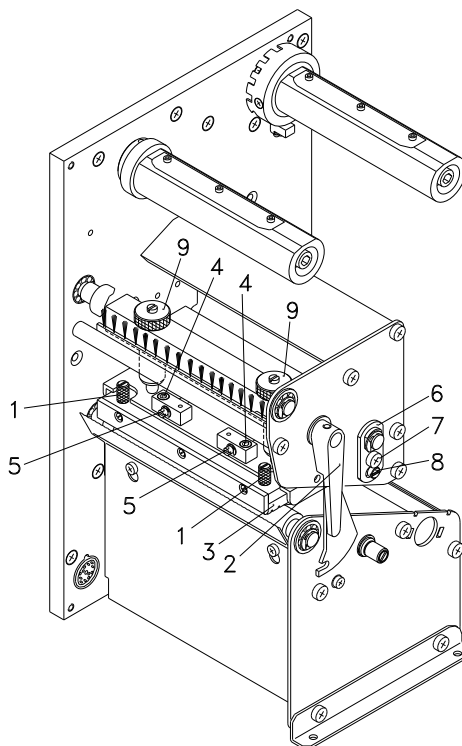

Figura 16
1. Afloje los tornillos (4, Figura 16) girándolos aproximadamente $\frac{1}{4}$ de vuelta con ayuda de una llave allen.
2. Ajuste el paralelismo con los tornillos (5, Figura 16).
4. Coloque de nuevo los tornillos (4, Figura 16).
1. Afloje los tornillos (7, Figura 16) girándolos aprox. $\frac{1}{4}$ de vuelta.
2. Gire la clavija excéntrica (8, Figura 16) para ajustar una impresión igualada. Continúe ajustando el cabezal de impresión hasta que la impresión en el text salga igualada.
3. Coloque de nuevo los tornillos (7, Figura 16).
1. Gire el tornillo de presión (9, Figura 16) para modificar la presión del cabezal de impresión.
2. Gire el tornillo de presión (9, Figura 16) en el sentido de las agujas del reloj hasta que llegue al tope, se consigue un incremento de presión de 10N respecto al ajuste inicial de fábrica.
3. Gire el tornillo de presión (9, Figura 16) hacia el tope derecho, girándolo en dirección contraria a las agujas del reloj, se obtendrá el valor de regulación de fábrica.